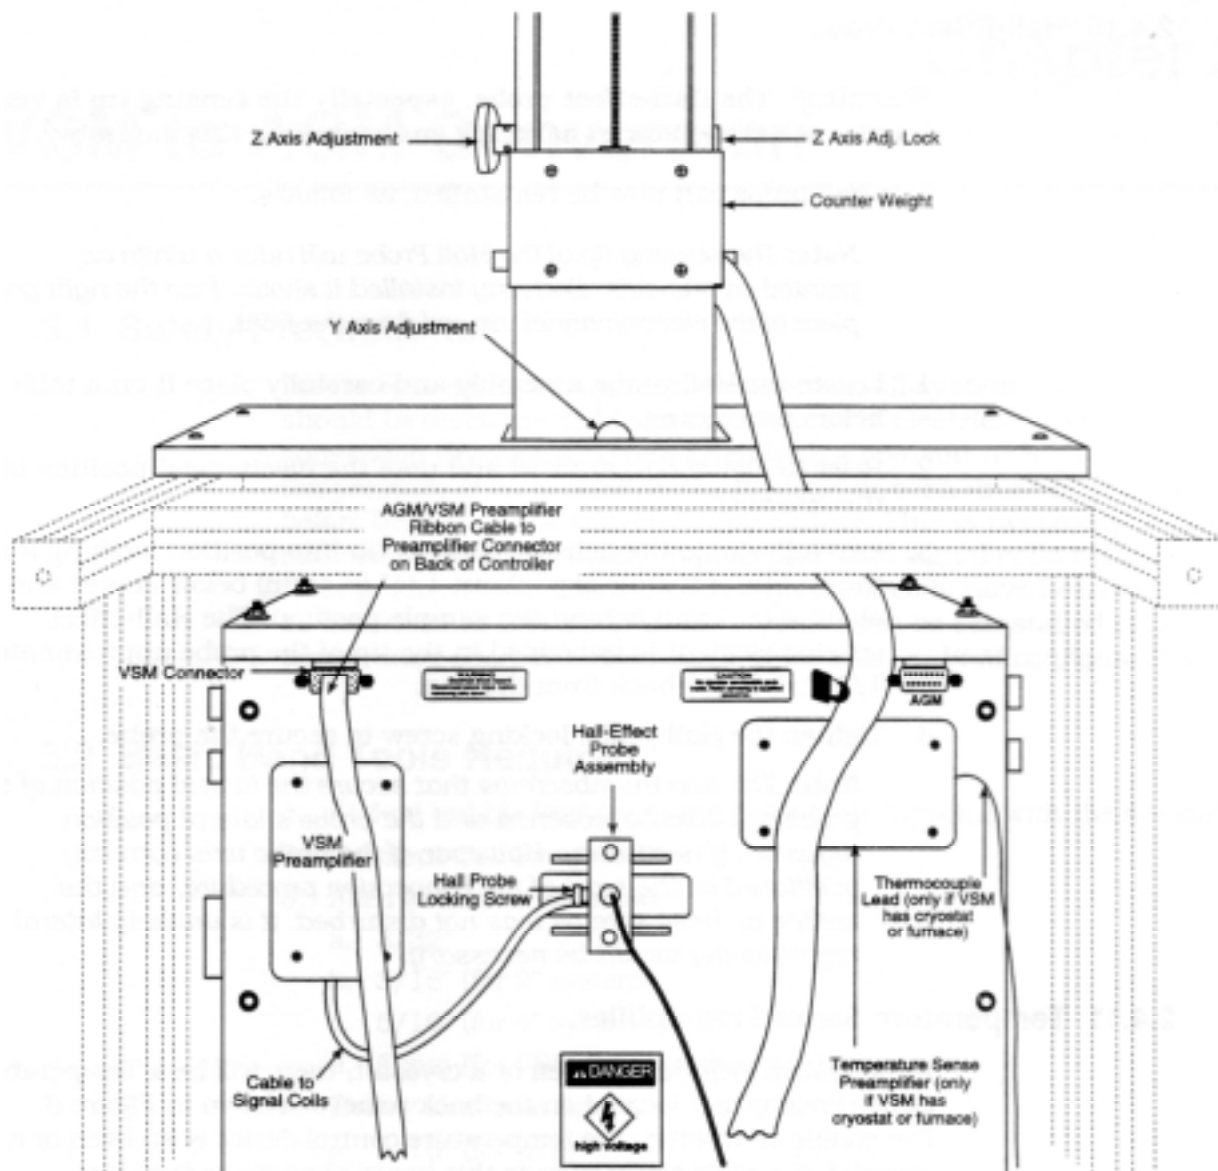

図 6 VSM のコンバージョンシステムの場合の背面
- 2、図6(背面)を参考に、プローブの取付け位置を確認してください。
クライオスタットもしくはファーネスを使用する場合、図6に示すように背面に温度センサー用プリアンプが取り付けられています。温度制御する対象がオープンかクライオかに依存し、は、温度センサー用プリアンプが温度センサーのタイプ違いによって設定も変化し、それによりこのボードへのケーブル接続も変化します。第4章でこれについて取り上げます。